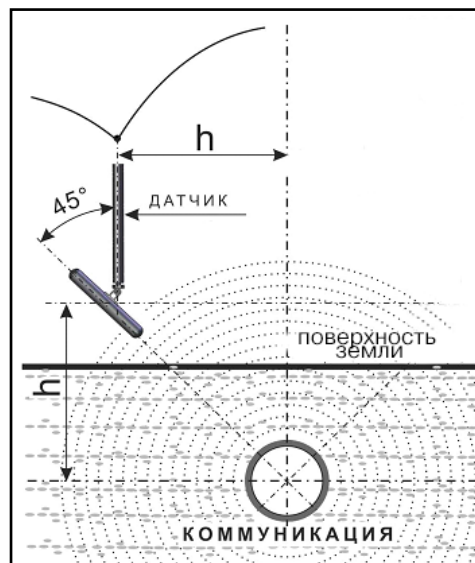

Рис. 7.1
2. При положении антенны ЭМД перпендикулярном трассе и под углом  $45^\circ$  к поверхности земли, минимум сигнала наблюдается на удалении от точки «над трассой», равном глубине залегания коммуникации, когда ось антенны пересекает ось трассы. Это косвенный метод измерения глубины залегания коммуникации (рис. 7.1).